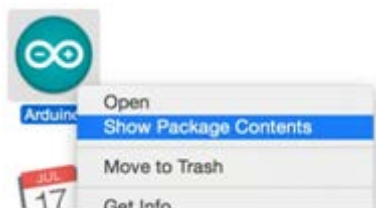

图 22 Arduino Package Content
- b) 在 Mac OS X, 先安装 COM 口驱动程序, 这是要给固件更新使用, 如章节描述。驱动程序安装好了之后, 打开 Arduino Package Content 如图 22。